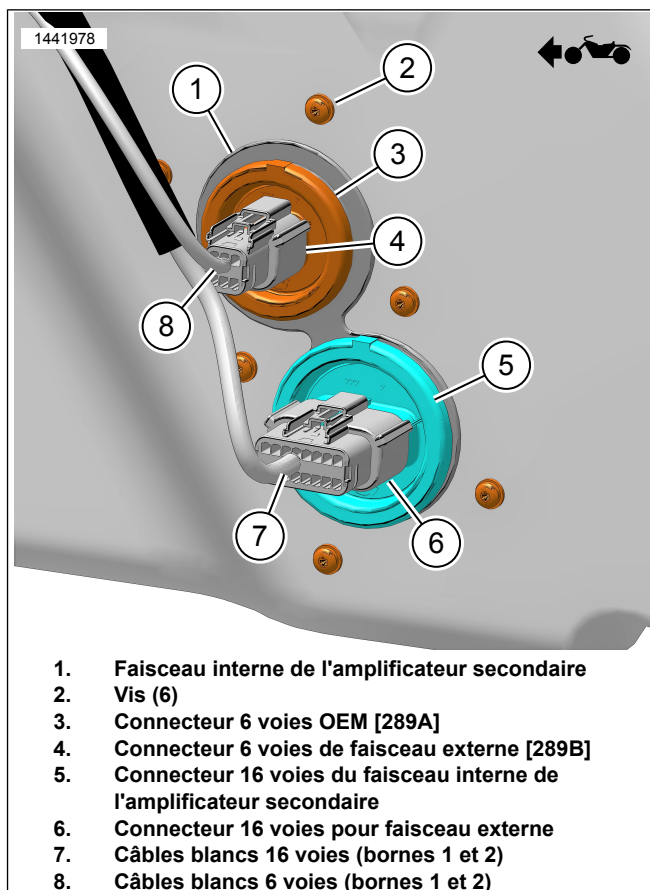

Figure 8. Fils blancs du faisceau externe (à l'extérieur de la sacoche)
1. Figure 8 Utiliser un outil spécial pour retirer les bornes des connecteurs.
- a. Brancher le fil blanc/rose (8) du connecteur OEM 6 voies [289B] (4) à la borne 1 du connecteur 16 voies du faisceau de l'amplificateur secondaire [289B_1] (7).
- b. Brancher le fil blanc/brun (8) du connecteur OEM 6 voies [289B] (4) à la borne 2 du connecteur 16 voies du faisceau de l'amplificateur secondaire [289B_1] (7).
3. Figure 8 Se servir de ruban électrique pour envelopper les extrémités des fils blancs (7) qui se trouvaient dans le connecteur 16 voies (6) ou retirer entièrement les fils du faisceau de l'amplificateur secondaire, y compris le connecteur inutilisé [350B].
4. Fixer les fils blancs non utilisés (7) en fonction des besoins.
En l'absence de haut-parleurs de sacoche, le connecteur 6 voies du faisceau extérieur (4) ne sera pas présent. Figure 8